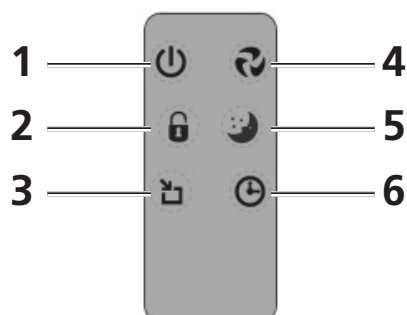
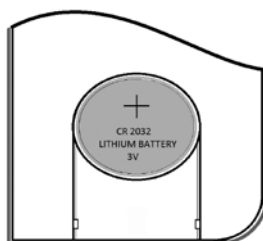

Afbeelding 4
Afbeelding 5
1. Geeft de ingestelde ventilator capaciteit weer. Door het indrukken van toets 1 (afbeelding 4) of toets 4 van de afstandsbediening (afbeelding 5) kan de ventilator capaciteit aangepast worden. Door deze toets meermalen in te drukken zal de capaciteit van de ventilator van SLEEP naar LOW naar MEDIUM naar TURBO en vervolgens terug naar SLEEP gaan.